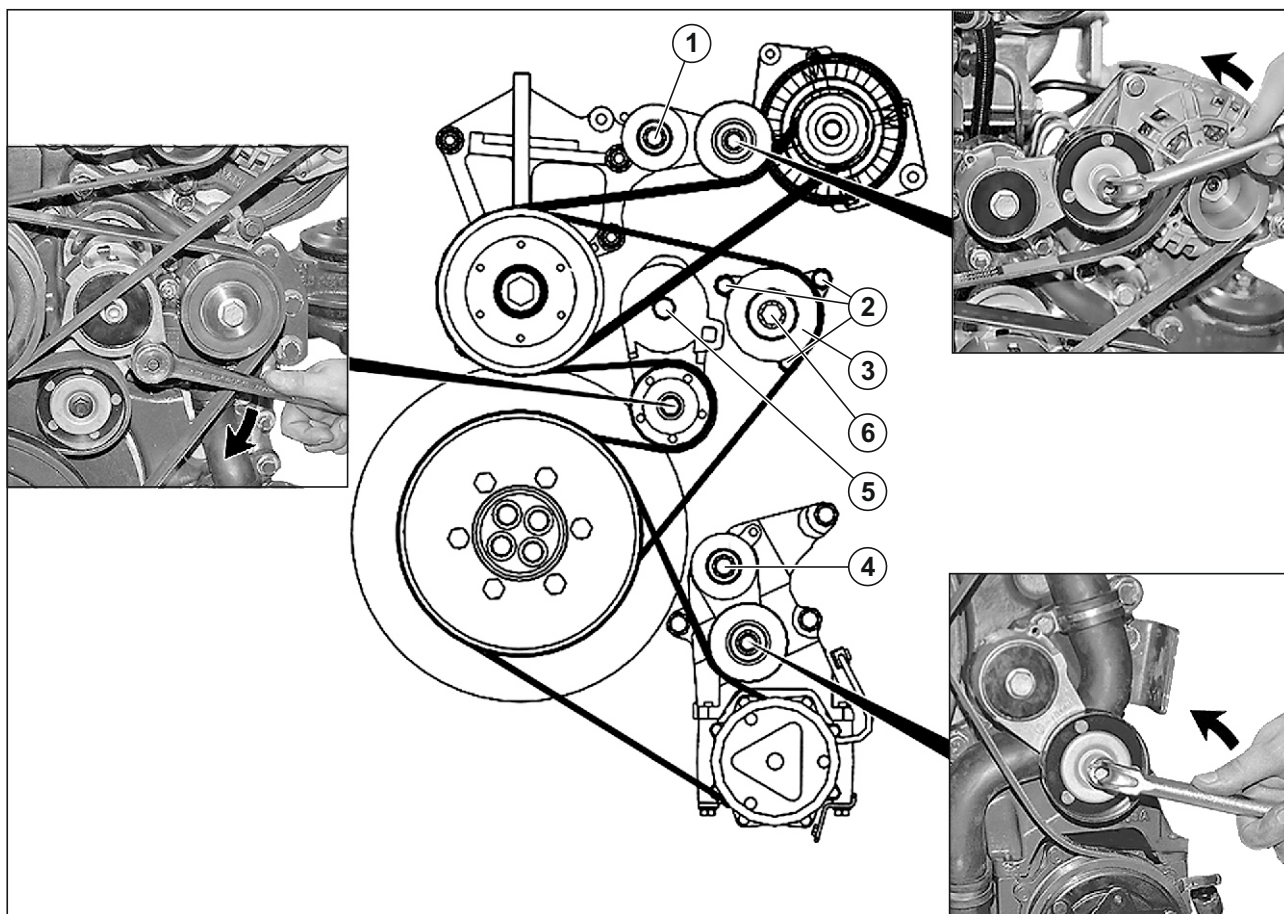

Рис. 8. Снятие ремней приводов агрегатов и натяжных приспособлений.
Для того, чтобы снять ремни генератора, вентилятора и компрессора кондиционера, необходимо выполнить следующее (см. Рис. 8):
1. С помощью ключа отжать натяжные приспособления в направлении, указанном на Рис. 8. На подвижной и неподвижной частях натяжного приспособления имеются отверстия, при совмещении которых его можно зафиксировать в отжатом состоянии.
5. Отвернуть болт крепления ролика промежуточного (6).
6. Снять ролик промежуточный с подшипником в сборе (3) (650.1308111).
7. Снять кронштейн ролика промежуточного (650.1308139), отвернув болты крепления (2).